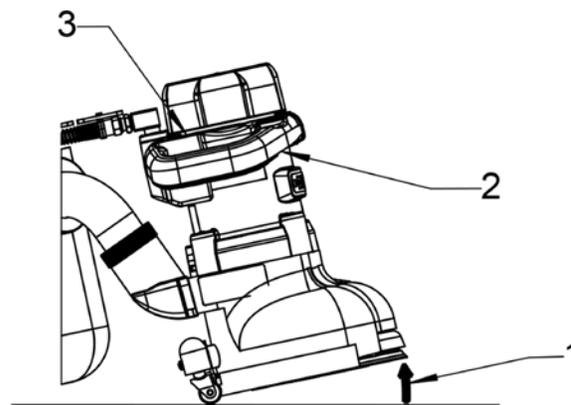

Figure 6
- 4 Inclinez la machine vers l'arrière de manière à ce que le disque de papier de verre ne soit pas en contact avec le plancher Voir (1) dans la Figure 6. Tenez les deux poignées. Voir (2) dans la Figure 6.
- 5 Placez l'interrupteur marche/arrêt en position "ON". Voir (3) dans la Figure 6.